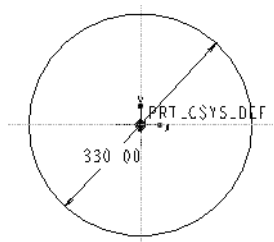

图 9 草绘截面
(6) 绘制完草绘后单击【继续操作目前截面】图标。如图 9 所示。